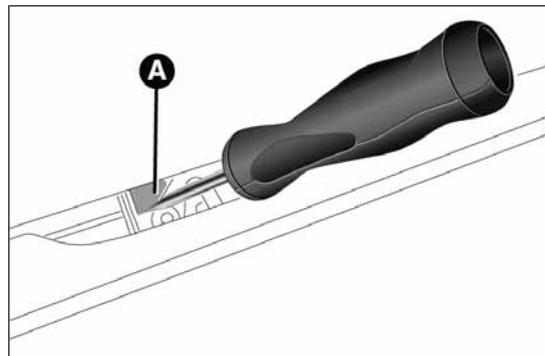

fig. 81
- à l'aide du tournevis, retirer la languette jaune A fig. 81 ;